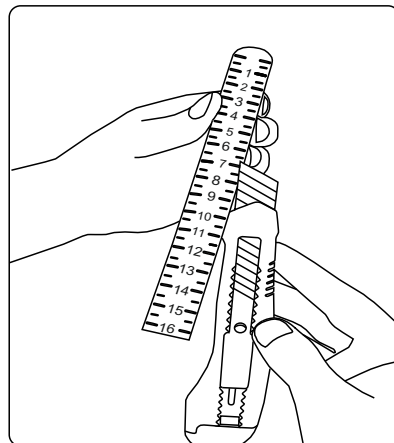

рис. 9
1.2.6 Из комплекта адаптеров возьмите пластиковую линейку. Отрежьте необходимую длину по делениям, нанесённым на линейку (см. информацию в таблице сборки) (рис. 9).